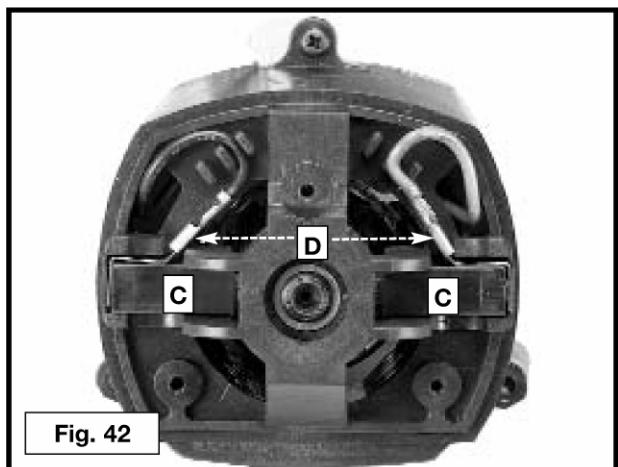

Fig. 42
2. As escovas estão localizadas nos dois prendedores (C) Fig. 42. Remova o conector de terminal tipo pá (D) e puxe os prendedores das escovas (C).